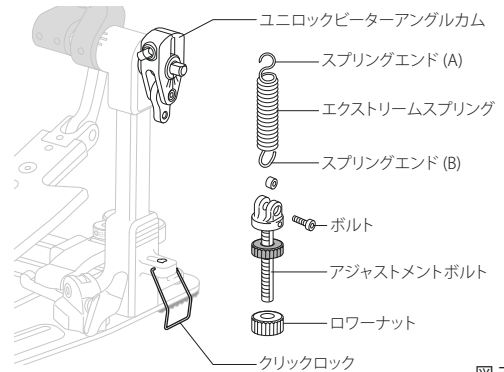

図 7
ユニロックピーターアングルカムからスプリングエンド (A) を取り外し、付属の六角レンチ (3mm) でスプリングエンド (B) のボルトを緩め、エクストリームスプリングを取り外します (図 7)。